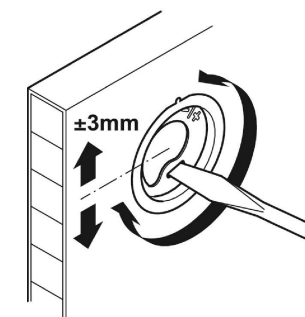

Рис. 4
4. При необходимости выполните регулировку (Рис. 4)